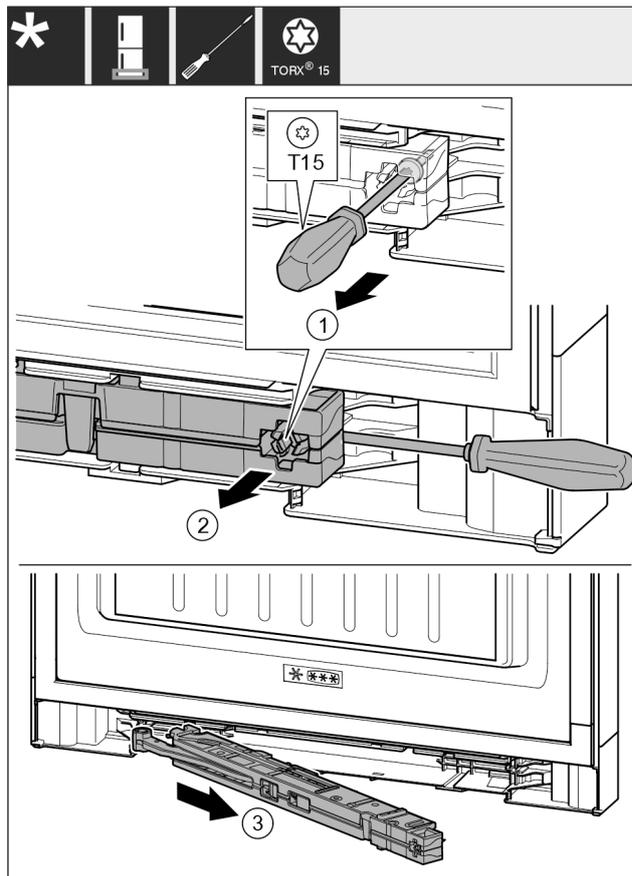

Fig. 18
- ▶ Allentare la vite Fig. 18 (1) sull'unità ammortizzatore di chiusura di 14 mm.
- ▶ Estrarre l'unità ammortizzatore di chiusura Fig. 18 (2) dal lato della maniglia facendo leva in avanti con un cacciavite.
- ▶ Estrarre l'unità ammortizzatore di chiusura Fig. 18 (3).